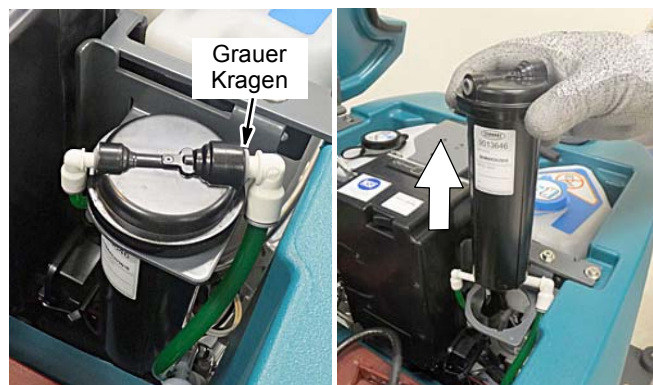

ABB. 136
3. Trennen Sie die zwei Schlauchanschlüsse von der Oberseite der Patrone, indem Sie die schwarzen Manschetten nach innen und die Stecker nach außen drücken (Abbildung 136). Heben Sie die Patrone an, um sie zu entfernen.